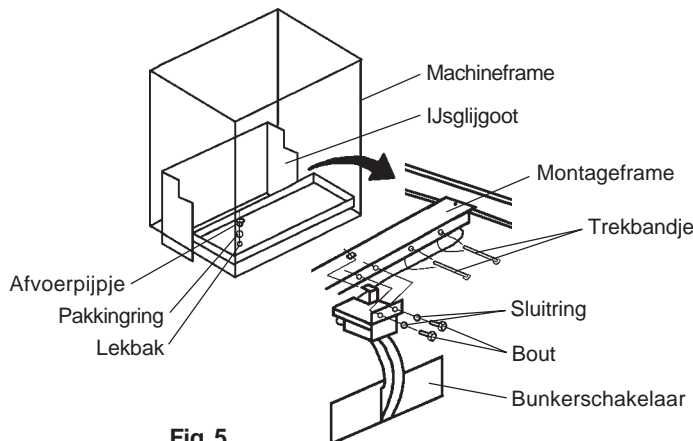

Fig. 5
- 6) Verwijder het afvoerpijpje en de lekbak. Bevestig de bunkerschakelaar aan het montageframe met de twee meegeleverde bouten en platte sluitringen. Bevestig de bedrading van de bunkerschakelaar met de twee kunststof trekbandjes. Plaats de ijsglijgoot op het machineframe en plaats de lekbak terug. Zie afb. 5.